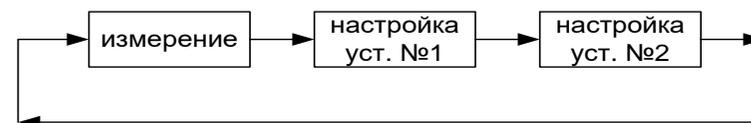

Рисунок 7 – Меню кнопки «Уст.»
4. Для возвращения в режим измерения нажмите кнопку «Уст.» (Рисунок 7).